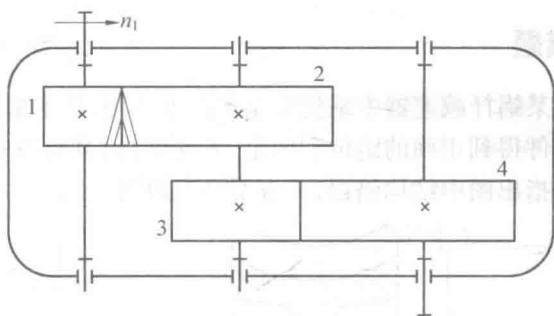

图 4
4. (12 分) 如图 4 所示,用箭头标出中间轴上齿轮 2 和齿轮 3 在啮合点处的圆周力 F_t 、径向力 F_r 和轴向力 F_a 的方向(箭头垂直纸面并指向纸面的用 $\otimes$ 表示,箭头垂直纸面向外的力用 $\odot$ 表示)。
4. 答:由图 4 可知:2 齿轮为左旋从动轮,因此圆周力为驱动力与转动方向相同,因此啮合点处齿轮 2 受圆周力垂直于纸面向里。由于是外啮合,故径向力 F_r 指向齿轮 2 的轴线方向。根据右手定则,可知其轴向力为由齿轮 2 指向齿轮 3,如图 8 所示。对于 3、4 齿轮啮合处受力,啮合点处只有径向力与圆周力,由于齿轮 3 为主动轮,故圆周力与转向相反,径向力指向 3 的轴心。